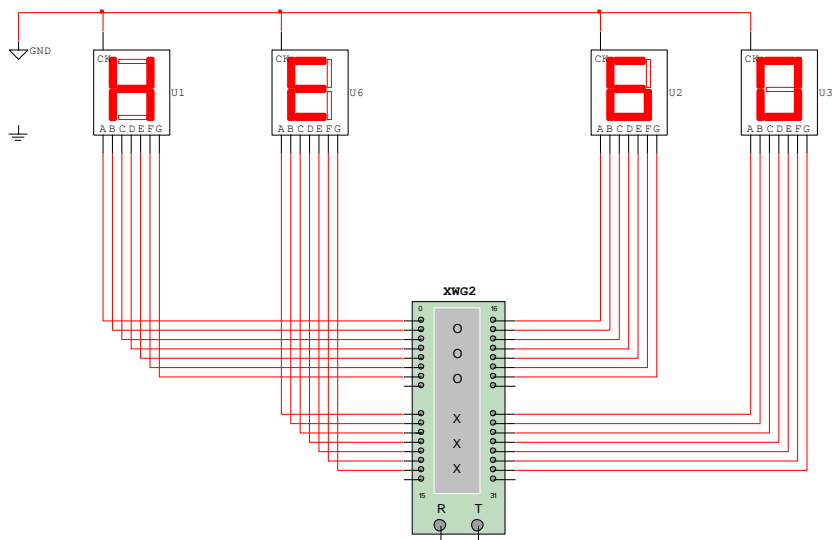

Рис. 71. Схема вывода статического слова на дисплей
1. Собрать схему, изображенную на рис. 71. Поместить на схему четыре семисегментных индикатора с общими катодами и генератор слов.